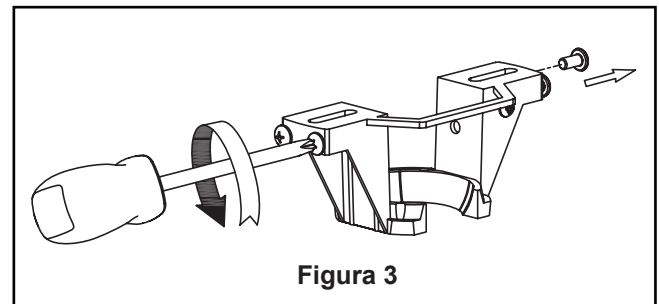

Figura 3
3. Introduzca los cables y cable de seguridad de su ventilador a través de la anilla ajustable del dosel y el capuchón de techo. (Figura 3)
1. Extraiga completamente un tornillo de cada lado del soporte de suspensión--asegúrese de que es el tornillo a su derecha cuando se enfrenta--y guárdelos para volver a colocarlos en la página 33 o 34 (**Cómo instalar la carcasa de la cubierta**). Afloje los otros dos tornillos que no fueron retirados. (Figura 3)